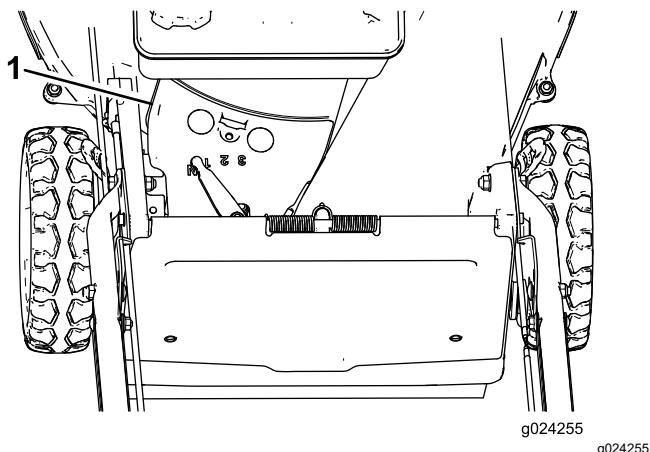

Figura 31
3. Staccate il copricinghia (Figura 31) dalla scocca del tosaerba.